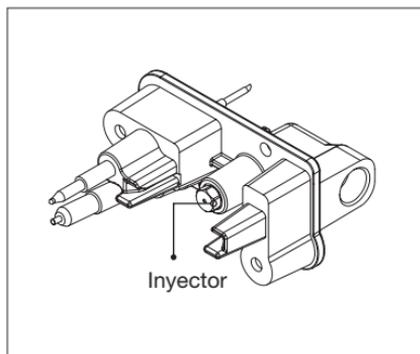

Fig. 30
3. Ubique en la parte posterior – inferior de horno el sistema de inyección de gas, identifique el inyector, ver fig. 30, retírelo con una llave de copa 5/16” y reemplácelo. Si la conversión es a gas propano en los modelos HE 2562/2560/2540/2545/2555, use un inyector de diámetro 0,70 mm, para el modelo HE 9763 utilice un inyector de 0.80 mm.